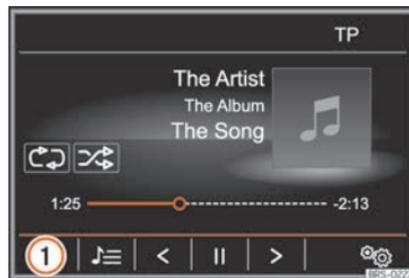

Fig. 214 Menu principal MEDIA
- Appuyez sur la touche de fonction **»» fig. 214 ①** et sélectionnez **⑧ Audio BT**.